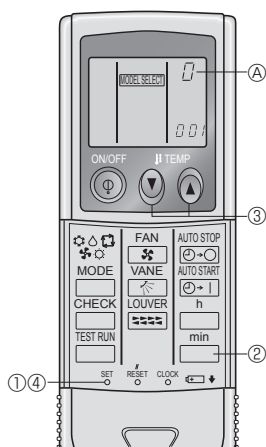

Fig. 6-4
4) Καθορισμός ενός τηλεχειριστηρίου για κάθε μονάδα (Fig. 6-4)